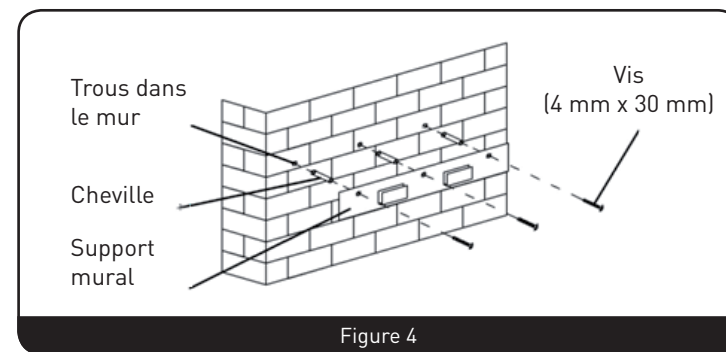

Figure 4
1. Percez 3 trous de fixation du support. Fixez le support sur le mur avec les vis et les chevilles murales fournies. (Figure 4)